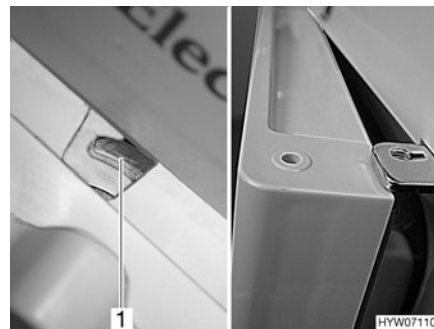

Fig. 152 Puerta del frigorífico/puerta del compartimento congelador en posición de ventilación (Dometic de la serie 7 con compartimento congelador separado)
- Empujar el bloqueo completamente hacia la derecha. La puerta del frigorífico/puerta del compartimento congelador se fija con ayuda del bloqueo de la puerta (Fig. 152,1). De este modo, la puerta del frigorífico/puerta del compartimento congelador quedará ligeramente abierta (Fig. 152).